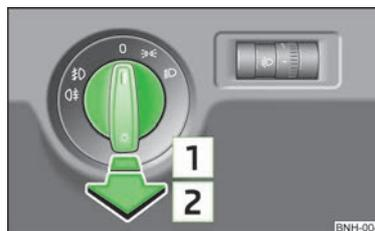

Fig. 19
- » Girar primero el conmutador de luces » fig. 19 a la posición  $\Rightarrow \leftarrow$  o  $\leftarrow \Rightarrow$ .
- » Girar primero el conmutador de luces » fig. 19 de la página 35 a la posición  $\Rightarrow \leftarrow$  o  $\leftarrow \Rightarrow$ .